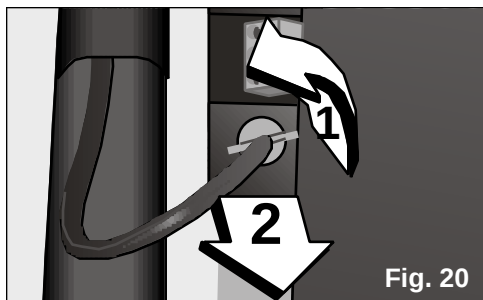

Fig. 20
- ❑ Démontez le tube d'évacuation d'eau de condensation en le tournant 1/4 de tour vers la gauche et le retirer, **Fig. 20**. Faites très attention lorsque vous retirez ce tube car une partie de l'eau qu'il contient pourrait s'écouler.
Assurez-vous que le tuyau d'eau est parfaitement placé afin d'éviter que l'eau ne tombe et ne mouille la surface d'appui, pour ce faire vous devrez agir contrairement à ce qui est indiqué dans la Fig. 20.